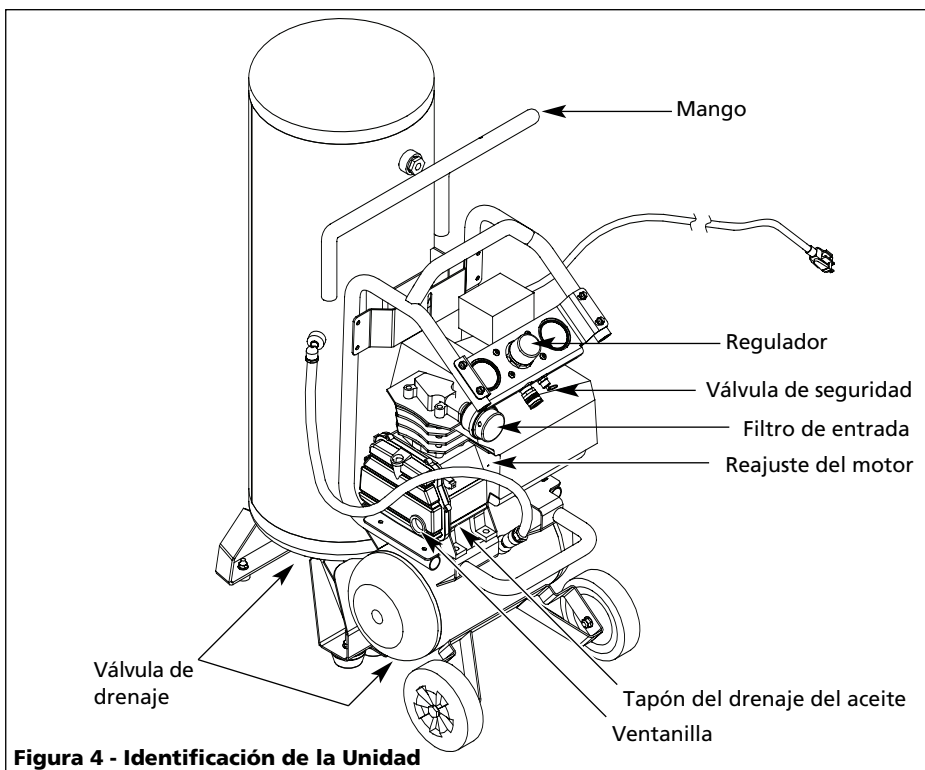

Figura 4 - Identificación de la Unidad
2. Drene la humedad del tanque abriendo la válvula de drenaje debajo del tanque (Figura 4). Incline el tanque para eliminar toda la humedad.
3. Desconecte la unidad del tomacorrientes (Figura 4). Quitele el tapón del orificio de lubricación y vierta el aceite dentro del recipiente. Vire un poco la unidad para drenar el aceite completamente.
Si se activa el protector de sobrecarga, se debe dejar enfriar el motor durante 30 minutos antes de reiniciarlo manualmente. El dispositivo para reiniciar el motor está ubicado en uno de los lados de la bomba del compresor (ver Figura 4).